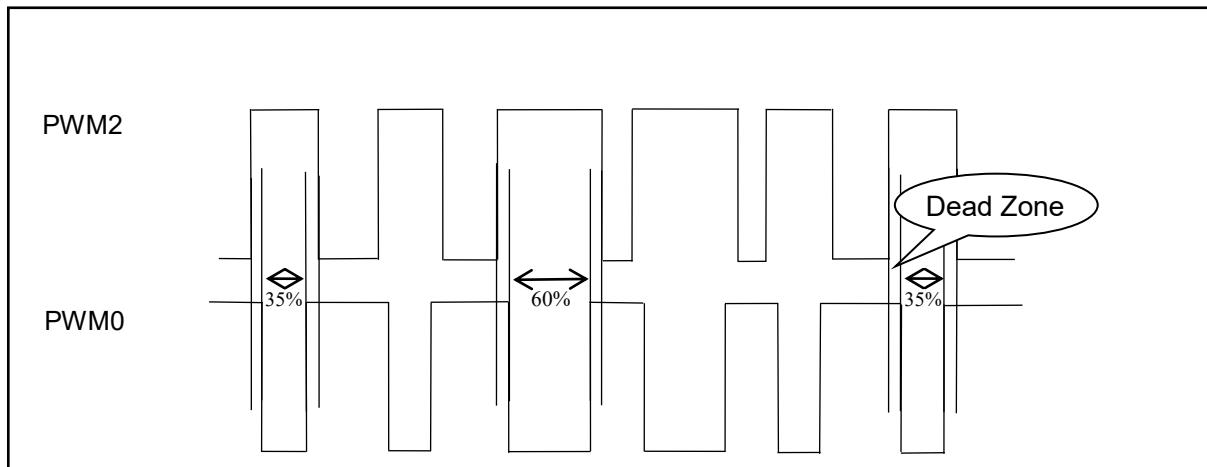

图 17: 两路互补 PWM 波形
- 切换占空比时对应的 PWM0/PWM2 波形如图 17。